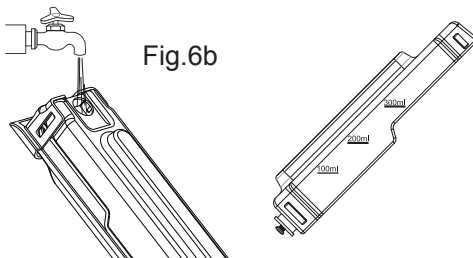

Fig.6c
- Cierre la tapa del depósito. (Fig.6c)